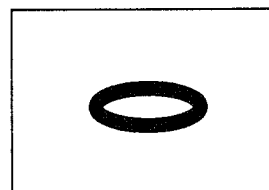

Fig. 2
4. Ajuster VR604 de sorte que la figure de Lissajous soit symétrique par rapport aux axes X et Y. (Voir Fig. 1 et Fig. 2.)